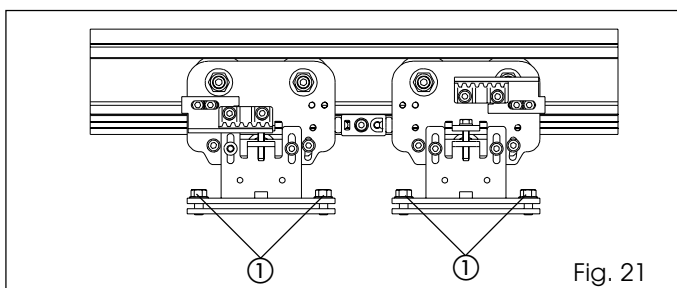

Fig. 21
• Afloje los dos tornillos hexagonales como se indica en la fig. 21 y fig. 22 ref. ①.